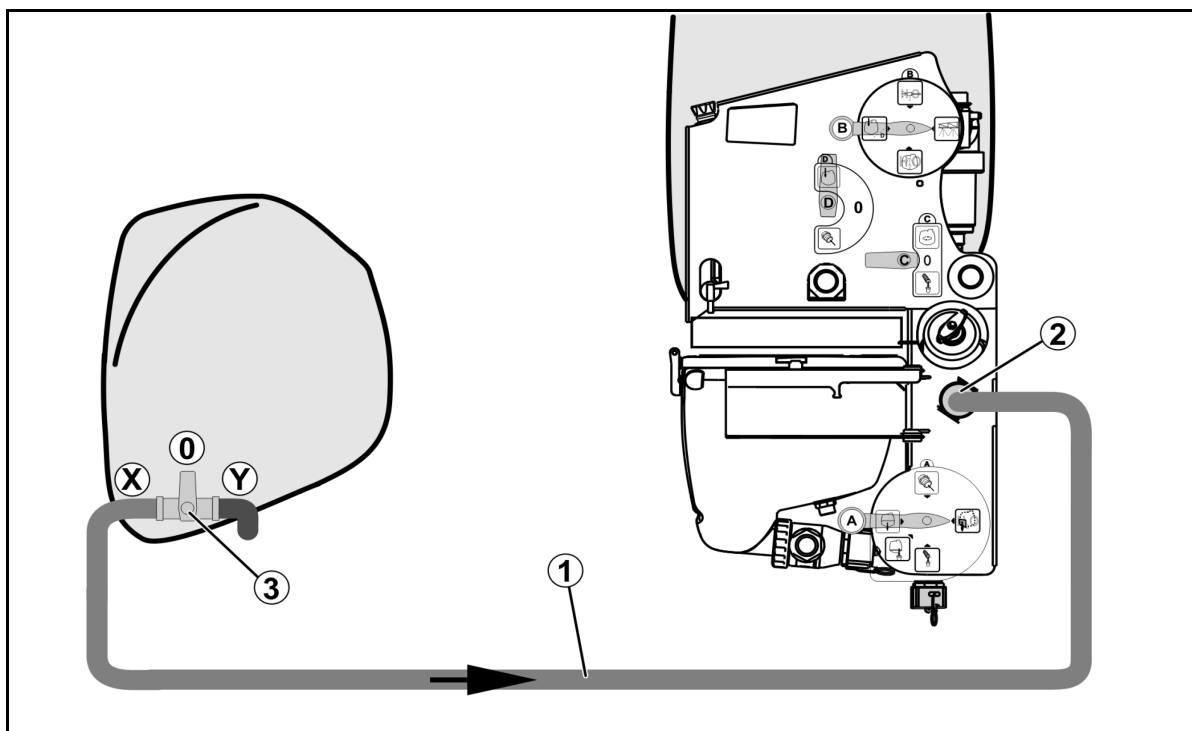

Fig. 14
5. Sur le tableau de commande, placez les robinets sélecteurs sur la position indiquée (Fig. 14) :